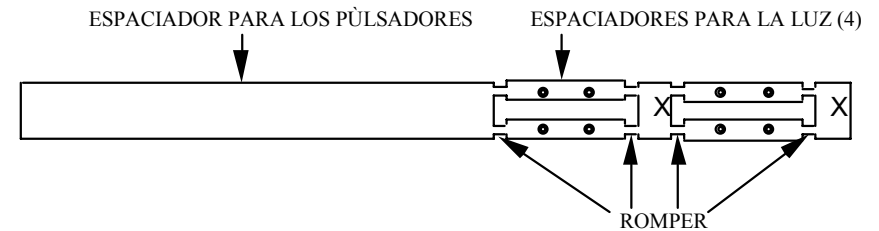

Figura 5-1
- Localice el Juego de Espaciadores (Figura 5-1). Utilizando cuidadosamente unas alicates alargadas rompa el espaciador para los pulsadores y los cuatro para los LED luminosos. Rompa el material únicamente por los ocho puntos estrechos desechando las dos piezas de soporte (marcadas X).